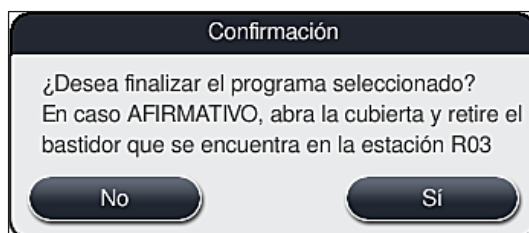

Fig. 91
5. En el siguiente mensaje informativo (→ "Fig. 91"), pulse el botón **Sí** para confirmar la cancelación del programa o **No** para regresar a la indicación de estado de proceso.
Se debe seguir completamente la información del mensaje (→ "Fig. 91").